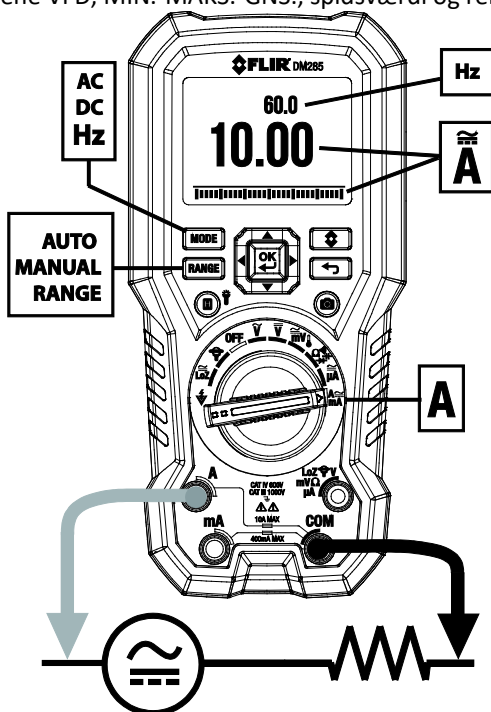

Fig. 9-9 'A'-målinger af høj strøm
4. Tilslut prøvespidsledningerne serielt til delen i henhold til **Fig. 9-8** og **Fig. 9-9** ved 'A'-målinger, **Fig. 9-10** ved mA-målinger eller **Fig. 9-11** ved μ A-målinger.